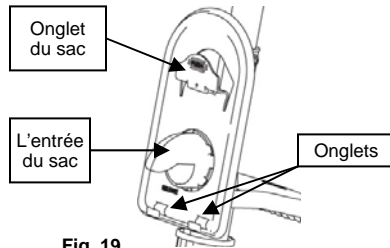

Fig. 19
1. Placez la bague du sac HEPA par-dessus l'entrée du sac. Positionnez la bague du sac HEPA sur les onglets au bas du support du sac. Ensuite tournez vers l'entrée du sac. (Fig. 19)